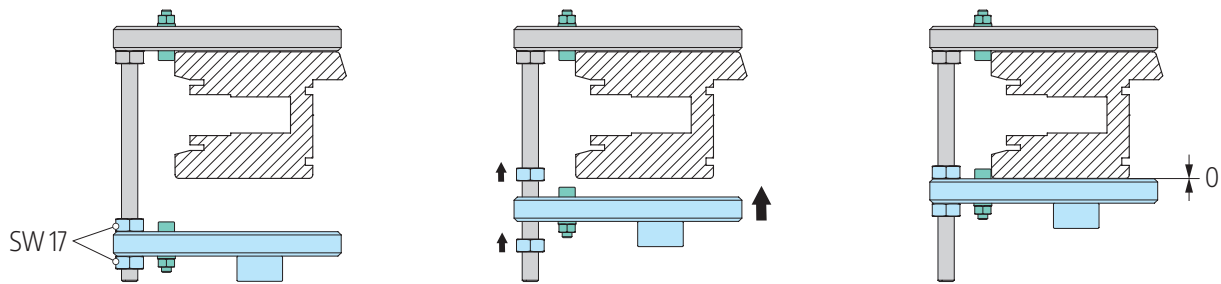

Abb. 1
① Einlegen der Tragklötze in den Glasfalz im unteren Bereich, wie in **Abb. 1** und **Abb. 2** dargestellt. Setzen Sie die Glasscheibe vorsichtig auf die Tragklötze und kippen Sie diese in den Schiebeflügel.
Die Anlagepunkte A1 und A2 der Bohrlehre mittels Innensechskant SW 5 und Maulschlüssel SW 10 beidseitig auf das Dormaß des eingesetzten Getriebes einstellen; siehe **Detail A**. Bohrlehre auf Profildicke einstellen; siehe Abb. 1 auf Seite 24.
Laufwageneinheit zusammenfügen, Abb. 1